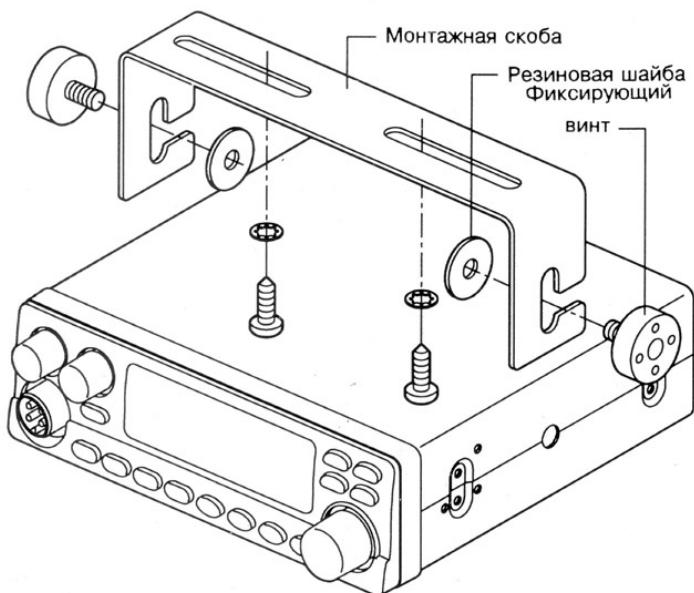

Рис.3. Крепление радиостанции при помощи монтажной скобы.
Этап 2. Просверлите два отверстия диаметром 3 мм для каждого винта крепления монтажной панели. Закрепите скобу под приборной панелью прилагаемыми винтами-саморезами (см. рис. 3). Особо внимательно следует сверлить отверстия, чтобы не повредить соединительные жгуты и электронные устройства, расположенные под панелью.
В общем случае имеются два типа антенн для мобильных Си-Би радиостанций - полноразмерный штырь длиной 1/4 волны (2,75 м) и укороченная согласованная штыревая антenna (от 0,5 до 1,9 м). Из-за большой длины полноразмерных антенн на автомобилях применяются, в основном, укороченные антенны длиной не менее 1,2 м, в различных конструктивных исполнениях с креплением через отверстие в крыше, на кронштейне за отбортовку водостока или на магнитном основании (см. рис. 3).
На рис. 3 показаны пять типичных мест установки автомобильной антенны: (1) задний бампер, (2) задняя крышка багажника, (3) отбортовка для стока воды, (4) капот, (5) крыша.